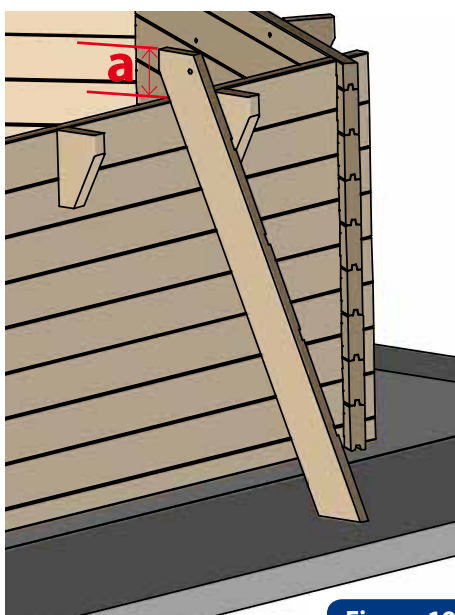

Figure 19
- Recoupez les limons de l'échelle en reportant la dimension a (figure 19) au bas du limon de l'échelle et sciez la partie a extraire.